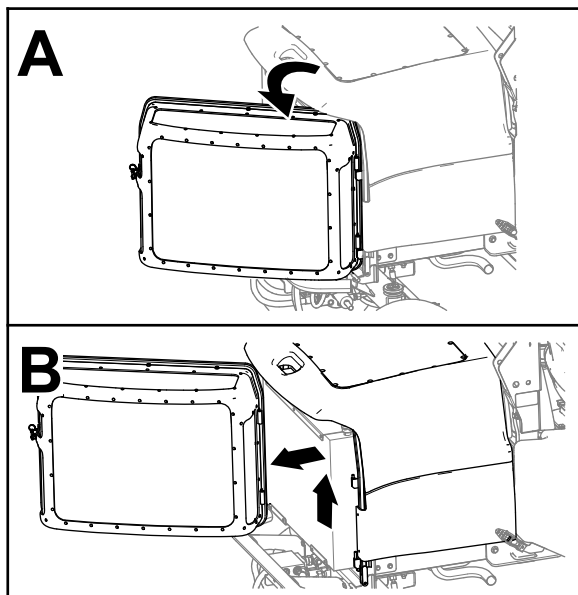

Figura 69
3. Sbloccate la griglia del motore, apritela e sollevatela dalla macchina (Figura 69).